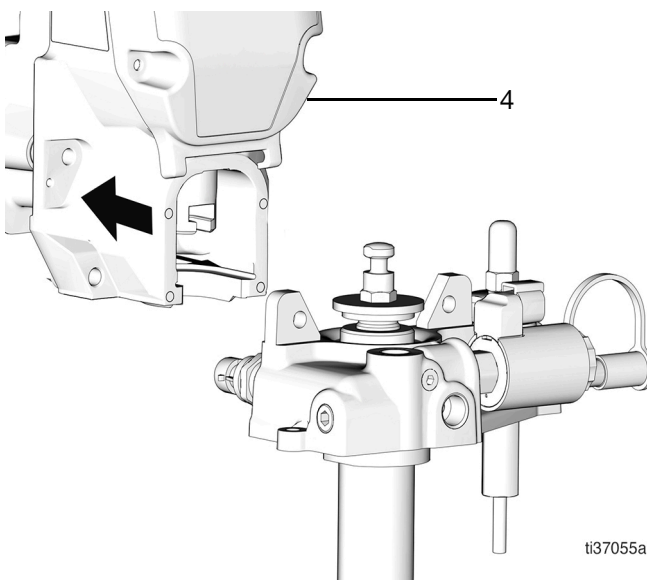

図 34
13. 下部のセクションを引き上げて、ギアヘッド (4) から離してください (図 34)。